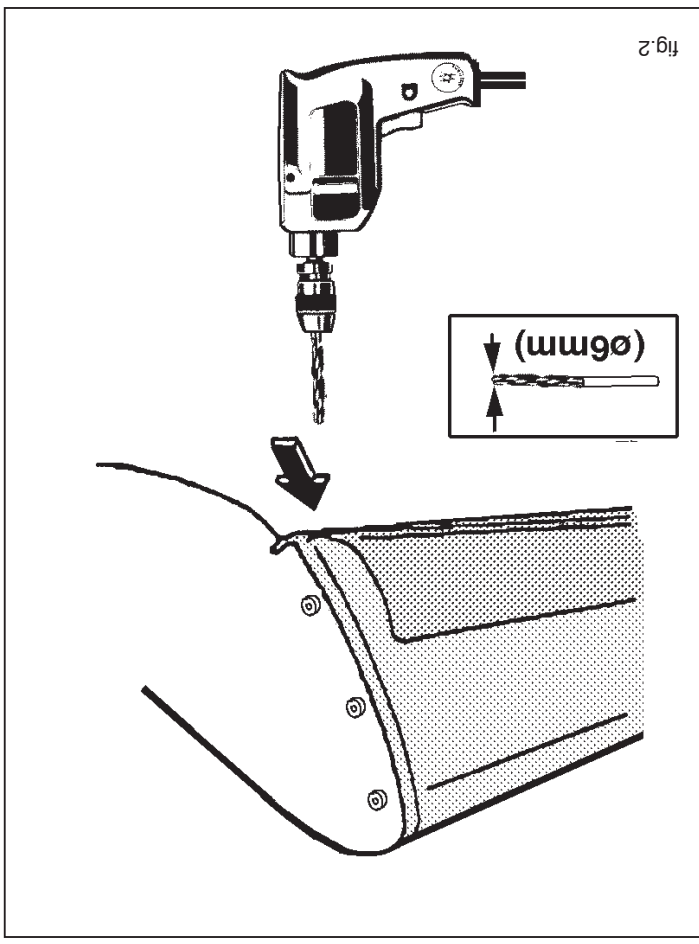

fig.2
1. Maak de bodenvloer in de bagageruimte vrij. Verwijder de zijpanelen en de accu-beschermbak. Neem de bevestiging van de accu los. Maak indien aanwezig de connector los, welke aan de rechterkant in de bagageruimte in de bumper zit. Zie fig. 1. Demonteer de bumper d.m.v. het verwijderen van vier bouten in de bagageruimte. Zie fig. 1. Boor vervolgens t.p.v. de onderkant van de wielkastranden twee popnagels d.m.v. een  $\varnothing$  6 mm. boor uit. Zie fig. 2.
1. Clear the trunk and floorboard. Remove the side panels and the protective battery case. Disconnect the battery fasteners. Detach the connector which, if present, is located in the right-hand side of the trunk in the bumper. See fig. 1. Detach the bumper by removing the four bolts in the trunk. See fig. 1. Next, use a  $\varnothing$  6 mm bit to drill two pop rivets on the underside of the wheel casing rims. See fig. 2.
1. Dégager le plancher dans le coffre à bagages. Retirer les panneaux latéraux et le boîtier de protection de la batterie. Enlever la fixation de la batterie. Détacher s'il existe le connecteur qui se trouve à droite dans le coffre à bagages dans le pare-chocs. Voir fig. 1. Démontez le pare-chocs en enlevant quatre boulons dans le coffre à bagages. Voir fig. 1. Extraire ensuite deux faux rivets sur le dessous des bords du logement de roue en les perçant à l'aide d'un foret  $\varnothing$  6mm. Voir fig. 2.
- 1. Tag alt ud af bagagerummet, så der ikke ligger noget på bunden. Fjern sidepanelerne og akkumulator-beskyttelseskassen. Løsn fastspæn- dingsanordningerne fra akkumulatoren. Løsn eventuelt forbindelses- stkke, der sidder i højre side i bagagerummet i kofangere ns. Jævnfør fig. 1. Afmonter kofangere ns ved at fjerne fire bolte i bagagerummet. Jævnfør fig. 1. Udbor efterfølgende på undersiden af hjulasseren de huller til popnitte r ved hjælp af ø 6 mm. bor. Jævnfør fig. 2.
- 1. Frigör golvet i bagageutrymmet. Avlägsna sidopanelerna och batteriets skyddshölje. Ta lös batteriets fästordning. Lossa, om befintlig, kon- takten som sitter i kofångare ns högra sida i bagageutrymmet. Se fig. 1. Demontera kofångare ns fyra skruvar i bagageut- rymmet. Se fig. 1. Borra sedan ut två hål i hjulhuskanternas undersida med en borr ø 6 mm. Se fig. 2.
1. Despejar el suelo del maletero. Retirar los paneles laterales y la caja protectora de la batería. Soltar la sujeción de la batería. Si presente, desconectar el conector, el cual está situado en el lado derecho del maletero en el parachoques. Véase la fig. 1. Desmontar el parachoques retirando cuatro tornillos en el maletero, véase la fig. 1. Luego taladrar a la altura del lado inferior de los bordes de las cajas de rueda, dos clavos tubulares por medio de una broca de Ø6mm. Véase la fig. 2.